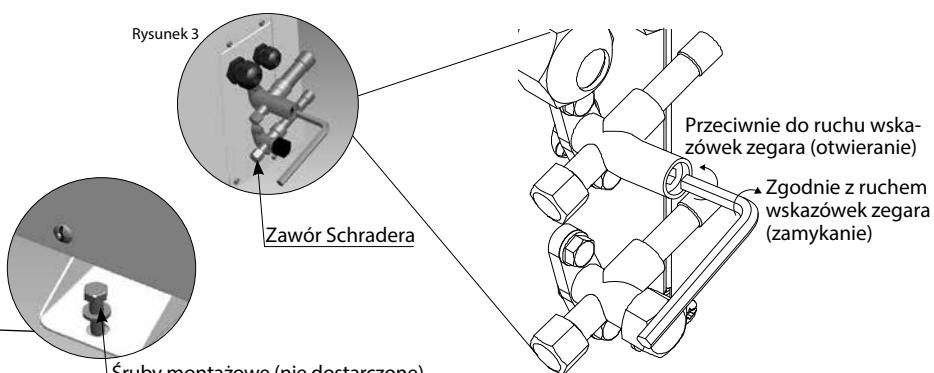

Rysunek 1: Minimalne odległości montażowe
- Zapewnić wokół agregatu odpowiednią ilość miejsca, aby umożliwić cyrkulację powietrza i otwieranie drzwi. Minimalne odległości od ścian zostały przedstawione na rys. 1.